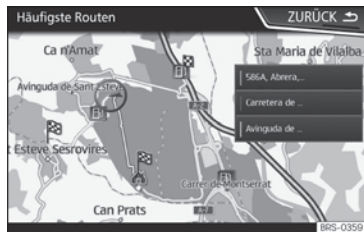

Abb. 210 Vorausschauende Navigation
- Auf dem Hauptbildschirm des Navigationsmenüs im Pop-up-Fenster die Taste **HÄUFIGSTE ROUTEN** antippen. Zur Anzeige der häufig gefahrenen Routen die Taste **In Karte anzeigen** antippen »» Abb. 210.